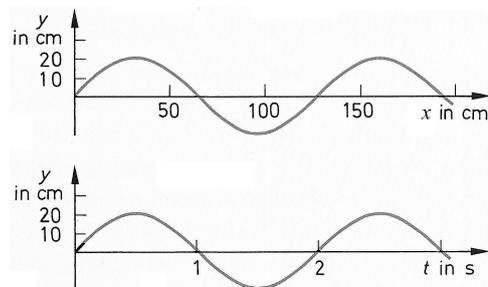

Abb.20: Darstellung einer Wasserwelle
a) Bestimme für eine Wasserwelle aus der Abb.20 die Amplitude, die Frequenz, die Wellenlänge und die Ausbreitungsgeschwindigkeit.